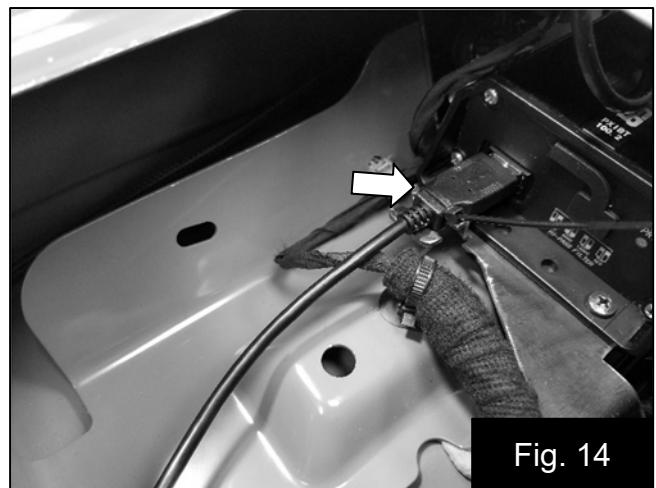

Fig. 14
25. Conecte el cable USB al amplificador y fije a la pestaña metálica con la amarra suministrada. Fig. 14